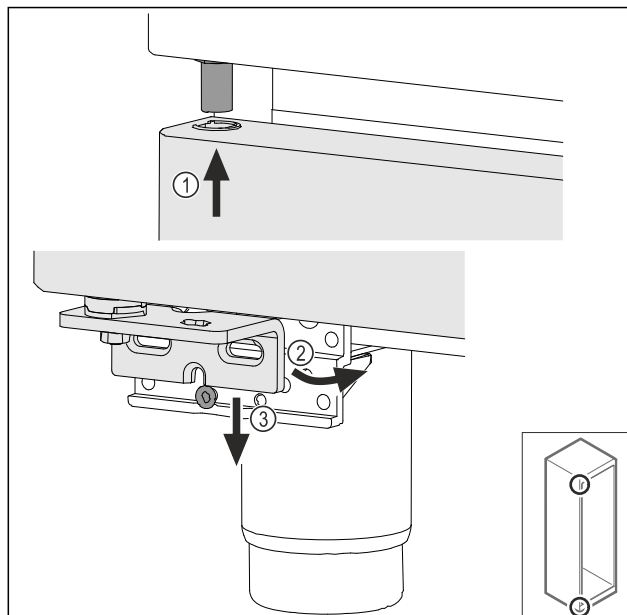

Fig. 45
- Før døren oppe inn lett vippet Fig. 45 (1), rett ut døren Fig. 45 (2) og sett den på lagerbukkskruen Fig. 45 (3) nede.